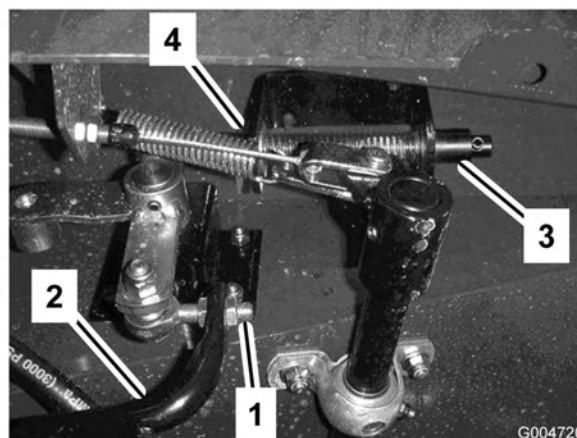

Figura 69
3. Afloje las contratuercas del extremo de la varilla y ajuste la longitud de la varilla de tracción (Figura 69) para que el pedal entre en contacto con el tope cuando la palanca de la bomba llega al final de su recorrido completo. Apriete las contratuercas.
3. Llene el depósito (Figura 69) con aproximadamente 30 l de aceite hidráulico; consulte Comprobación del aceite hidráulico.